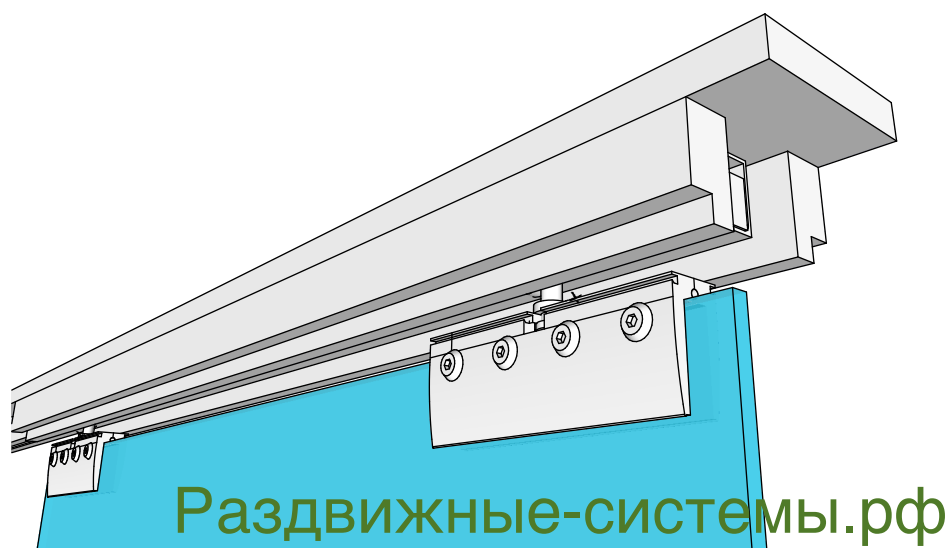

Рисунок 13
9. Монтаж дверного полотна (Рис.13).